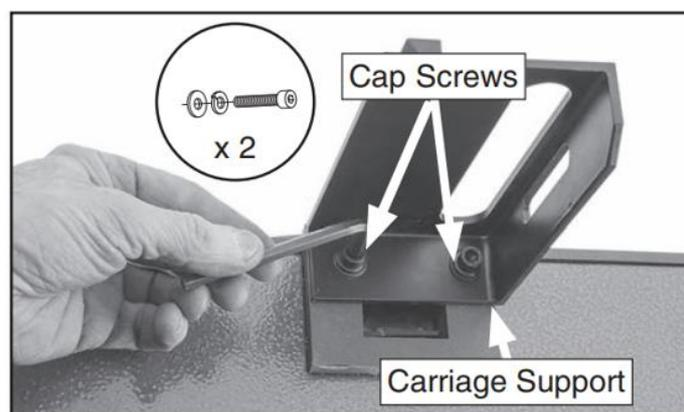

Рис. 10. Крепление опоры каретки к станине в сборе.
1. С помощью (2) саморезов M8-1,25 x 20, (2) шайб диаметром 8 мм и (2) стопорных шайб диаметром 8 мм прикрепите опору каретки к фуганку (см. рис. 10).